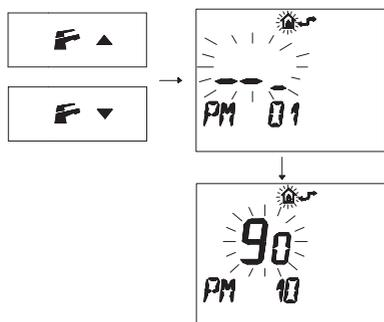

Figura 5.52
- Premere i pulsanti **F** e **▲** o **F** e **▼** per visualizzare la programmazione "PM10" selezione della frequenza di accensione (Figura 5.52).
Nella Figura 5.52 si visualizza un SET programmato di **90** corrispondente ad un tempo di riaccensione di 3 minuti circa.